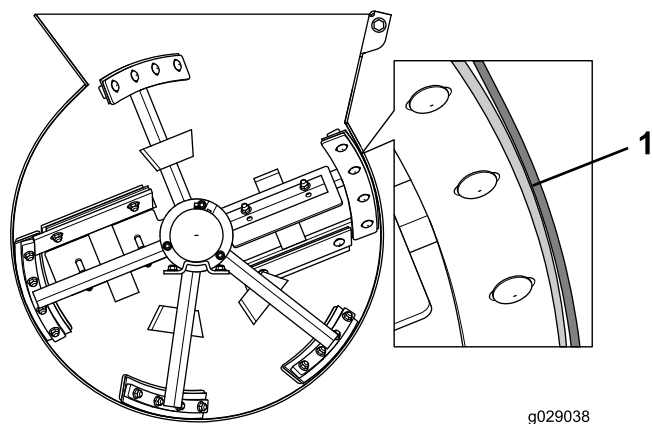

Figure 71
5. Ajustez la position du racloir pour qu'il soit légèrement en contact, sur toute sa longueur, avec la cuve (**Figure 71**).